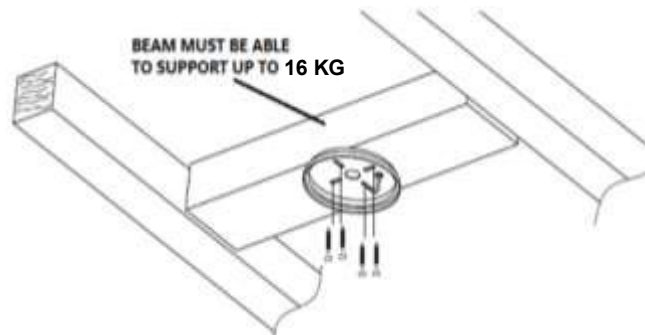

Fig. 2
- Instale el soporte colgante en la vigueta del techo o en una estructura capaz de soportar una carga de al menos 16 kg, con los 4 tornillos largos suministrados. Asegúrese de que al menos 30 mm del tornillo se enroscan en el soporte. (Fig. 2)